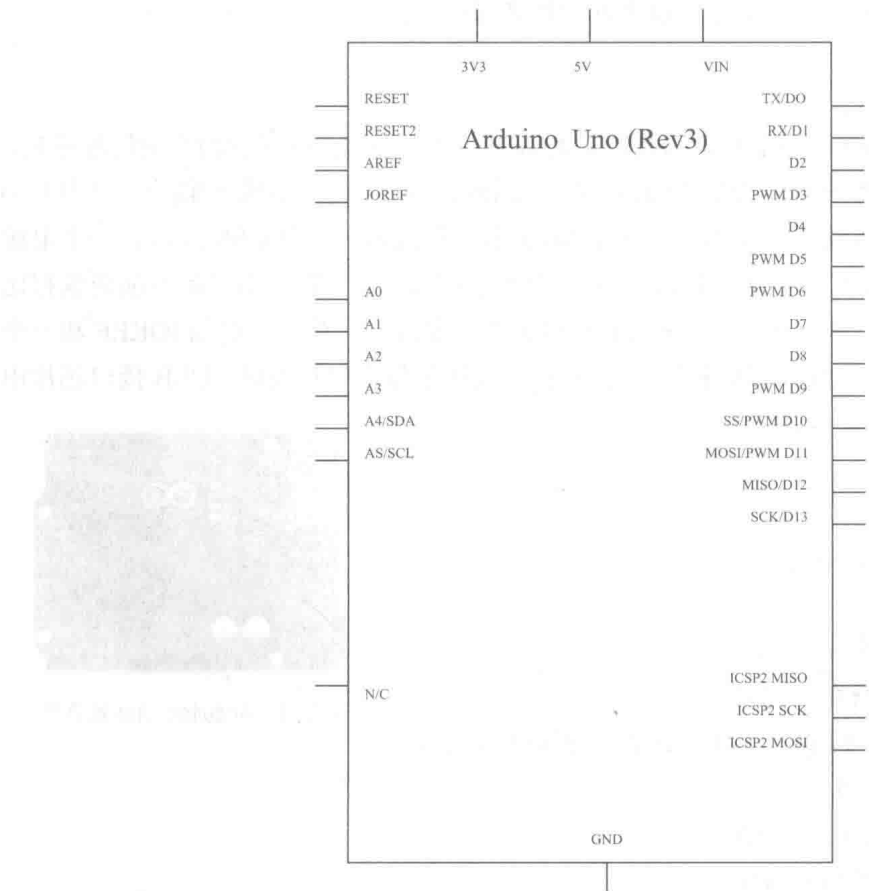

图 1-2 Arduino 原理图
- (1) 14 路数字输入/输出：工作电压为 5V，每一路能输出和接入最大电流为 40mA。每一路配置了 20kΩ~50kΩ 内部上拉电阻（默认不连接）。除此之外，有些引脚有特定的功能。
- (2) 串口信号 RX（0 号）、TX（1 号）：与内部 ATmega8U2 USB-to-TTL 芯片相连，提供 TTL 电压水平的串口接收信号。
- (3) 外部中断（2 号和 3 号）：触发中断引脚，可设成上升沿、下降沿或同时触发。
- (4) 脉冲宽度调制 PWM（3、5、6、9、10、11）：提供 6 路 8 位 PWM 输出。
- (5) SPI（10(SS), 11(MOSI), 12(MISO), 13(SCK))：SPI 通信接口。
- (6) LED（13 号）：Arduino 专门用于测试 LED 的保留接口，输出为高时点亮 LED，反之输出为低时 LED 熄灭。
- (7) A0~A5：6 路模拟输入，每一路具有 10 位的分辨率（即输入有 1024 个不同值），默认输入信号范围为 0~5V，可以通过 AREF 调整输入上限。除此之外，有些引脚有特定功能。
- (8) TWI 接口（SDA A4 和 SCL A5）：支持通信接口（兼容 I2C 总线）。
- (9) AREF：模拟输入信号的参考电压。
- (10) RESET：信号为低时复位单片机芯片。
- 上述特征和引脚可用图 1-2 概述。